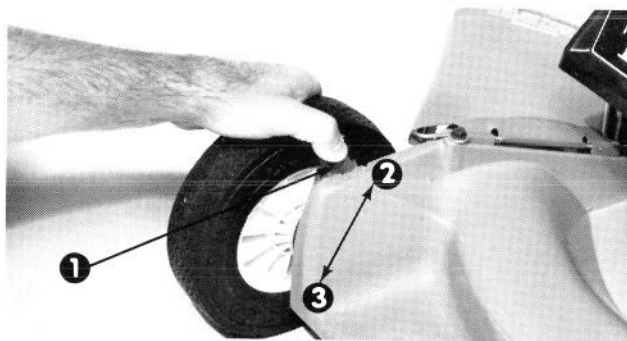

Figure 8
Dispositif de réglage de hauteur de tonte (Fig. 8) - La tonte est réglable à cinq hauteurs différentes: 1 pouce, 1-1/2 pouce, 2 pouces, 2-1/2 pouces, ou 3 pouces (25, 38, 51, 64, ou 76 mm). En outre, les roues avant ont un réglage de 5/8 pouce (16 mm) que l'on peut utiliser avec le réglage de 1 pouce (24 mm) aux roues arrière. Pour tondre du chaume ou de l'herbe épaisse, relevez les roues arrière d'un cran plus haut que les roues avant pour donner le maximum de puissance à la lame.
2. Posez votre pouce contre le dispositif de réglage de hauteur de tonte et vos doigts à l'extérieur de la roue (Fig. 8).